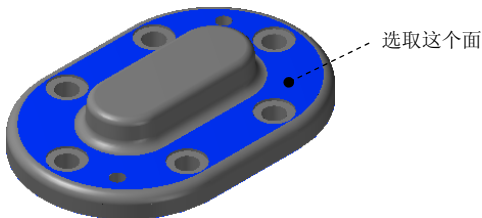
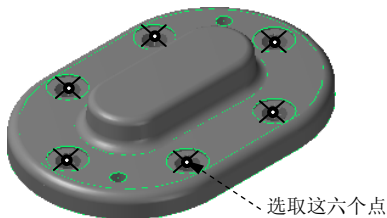

图 16.26 选取附着曲面
图 16.27 选取钻孔的点
(1) 选择下拉菜单 **C 绘图** → **V 曲面曲线** → **A 所有曲线边界** 命令。
(2) 在图形区选取图 16.26 所示的面为附着曲面，然后在“标准选择”工具栏中单击 **✓** 按钮完成附着曲面的定义，同时系统弹出“创建所有边界线”工具栏。
(3) 单击 **✓** 按钮完成所有边界的创建。
Step2. 选择下拉菜单 **I 刀具路径** → **D 钻孔** 命令，系统弹出“选取钻孔的点”对话框，选取图 16.27 所示的六个圆的中心点为钻孔点。